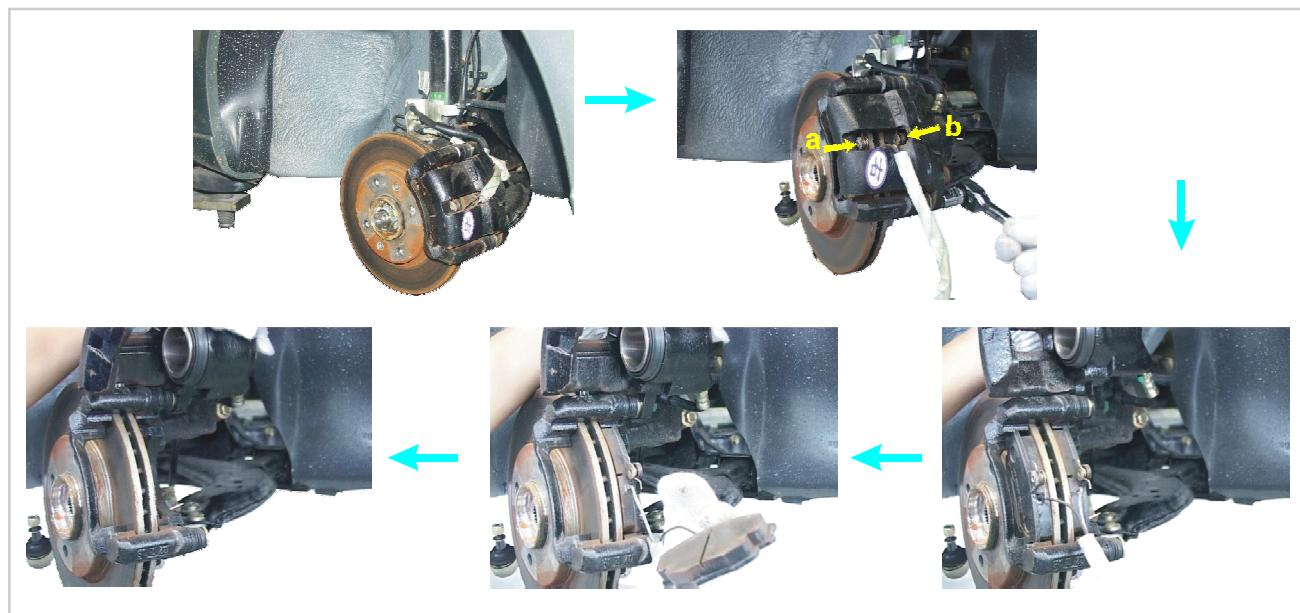

图7-8 拆卸制动蹄片
- (1) 前制动块的拆卸步骤（见图7-8所示）。
- ①拆下前轮轮胎螺栓，抬高并稳固地支撑汽车前部使两轮悬空，拆下前轮。
- ②拆下制动块磨损指示传感器线束。
- ③拆下卡销。
- ④拆下导板。
- ⑤分别把卡钳向磨擦面方向a、b推，并分别拆下外制动块和内制动块。